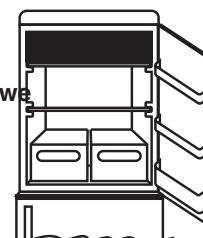

rys.8
• Aby zachować najlepszy smak, wartości odżywcze i świeżość żywności, wskazane jest przechowywanie jej w lodówce, jak pokazano na rys. 8 poniżej, pamiętając, aby zawinąć je w folię aluminiową lub plastikową lub przechowywać w odpowiednich zamkanych pojemnikach, aby uniknąć zanieczyszczenia krzyżowego.